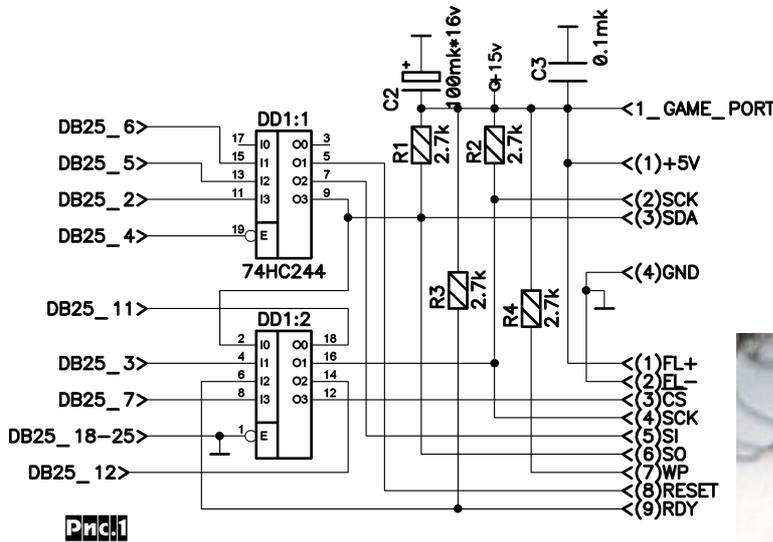

Рис.1
Схема устройства приведена на **рис. 1**. При включении питания на входе RST (выв.1) микроконтроллера устанавливается высокий логический уровень на время, определяемое постоянной времени цепочки R1C1. Этот уровень сбрасывает в начальное состояние все регистры микроконтроллера, и начинается выполнение программы с нулевого адреса. Алгоритм работы прост. В старшие 7 разрядов порта P1 записывается число вида 0000 001 (шесть нулей и одна единица) и вызывается подпрограмма задержки, далее процесс периодически повторяется. При величине задержки около 400 мс частота загорания составляет величину около 2,5 Гц. Разряды P1.1 - P1.7 используются для проверки кабельной линии, разряд P1.0 - для индикации включения. Таким образом, лог.1 будет присутствовать сначала в разряде P1.1, затем (через 400 мс) - в разряде P1.2, затем - в разряде P1.3 и т.д. Процесс бесконечно повторяется. В разряде P1.0 число будет меняться на противоположное таким образом, что светодиод VD1 будет на 400 мс загораться и на 800 мс гаснуть. Такой режим позволяет экономить энергию батареи. Выводы порта P1 соединены со входами восьмиканального драйвера (усилителя тока) ULN2803 (DD2). Каждый канал ULN2803 представляет собой составной N-P-N транзистор с базой эмиттерными и базовым резисторами, включенный по схеме Дарлингтона. Эмиттеры всех транзисторов соединены внутри микросхемы и подключены к общему проводу устройства. Лог.1 на входах драйвера является активным уровнем, открывающим тот или иной канал драйвера, и соответствующий светодиод через токоограничивающий резистор R5, разъем XS1 (или XS2), проверяемый сегмент кабеля, разъем XS3 и открытый NPN транзистор драйвера будет подключен к источнику питания и общему проводу. При правильной заделке будут поочередно загораться светодиоды VD2 - VD9. При неправильной заделке получится иная картина.
Внимание читателей предлагается несложная приставка на LPT порт компьютера (адаптер) и программное обеспечение, предназначенные для программирования и считывания показаний времени, даты и данных из микросхемы DS1307. Схема адаптера и подключения к ней DS1307 приведена на рис. 1.
1. По поводу распределения мощностей транзисторов по тракту усиления. Во ВСЕХ усилителях (включая и УМЗЧ ВВ), мощность дискретных транзисторов линейно увеличивается от входа к выходу (приблизительно - по такой линейке: КТ3102/3107 ... КТ940/9115 ... КТ850/851 ... КТ8101/8102 и т.п., включая закордонную комплектацию). Я не пользовался программой Microcap-7, а применяю весьма удобную и простую в работе программу CircuitMaker, дающую кроме значений напряжений и токов через элементы еще и мощности, выделяющиеся на отдельных дискретных элементах схемы. Так вот, на транзисторах VT7, VT9 (рис.1 в РХ.- 2002 №5, с. 26) в каскаде генераторов тока выделяется мощность порядка 100 мВт, а на предриверных повторителях VT10, VT11 - только 30 мВт. Дальше все идет по указанной выше линейной зависимости. Так вот, первая (генераторная) пара работает в явно перегруженном по мощности режиме, вызывающем явные «тепловые» искажения (см. статью S.GYULA, РЛ 5-99). Замена КТ502/503 на КТ904-КТ9115 в качестве генераторов тока сразу же резко снижает «транзиентность» звучания - мнение не столько мое, сколько профессиональных звукорежиссеров студии звукозаписи при КГВМУ им.Глиера, заказавшими мне 2 экземпляра переделанных усилителей. К тому же, при построении УМЗЧ полностью на дискретных элементах в таком же перенапряженном режиме работают и транзисторы первого дифференциального каскада (при суммарном токе 5 мА на них выделяется порядка 30 мВт!). Поэтому считаю, что в данном каскаде стоит применять транзисторы средней мощности типа, например, КТ6116/6117 иже с ними. Однако, поскольку ток через них практически стабилен, думаю, что к существенным тепловым искажениям такая рассеиваемая мощность привести не должна (далее я приведу пример применения КТ3102). Примерно те же соображения и в отношении транзистора генератора тока (VT9 на упомянутом рисунке 1): поскольку ТОК через него стабилен, а значит, стабильна и рассеиваемая мощность, то тип данного транзистора не критичен. А вот по отношению к усиливающему напряжению транзистору VT11 - отношение совершенно противоположное: ток через него, а значит и рассеиваемая мощность, изменяются от максимума до минимума. Вот на этом месте стоит применять транзистор **МАКСИМАЛЬНО ДОПУСТИМОЙ В ДАННОМ КАСКАДЕ** рассеиваемой мощности. Я использовал КТ9115, КТ851, BD140, 2SA1930, KSA1220. Честно говоря, существенной принципиальной разницы между всеми этими типами ни я, ни заказчики (подчеркиваю: профессиональные звукорежиссеры) не отметили (отдельные замечания типа «ВРОДЕ БЫ лучше/хуже»). А вот по сравнению с КТ6116, и особенно с КТ502 - разница была разительная: при использовании последних «транзисторные» призвуки прослушивались достаточно отчетливо. Выводы делайте сами...